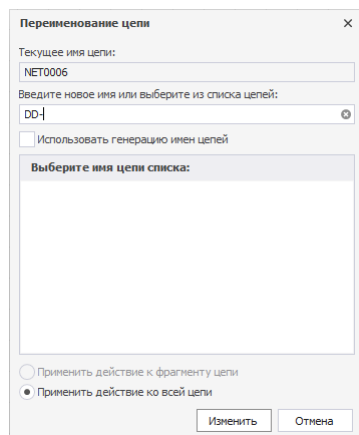

Рис. 133 Переименование второй цепи для создания диффпары
6. В окне «Переименование цепи» в поле «Введите новое имя или выберите из списка цепей» ввести имя второй цепи, идентичное первой цепи с суффиксом «-» в конце имени, см. Рис. 133.